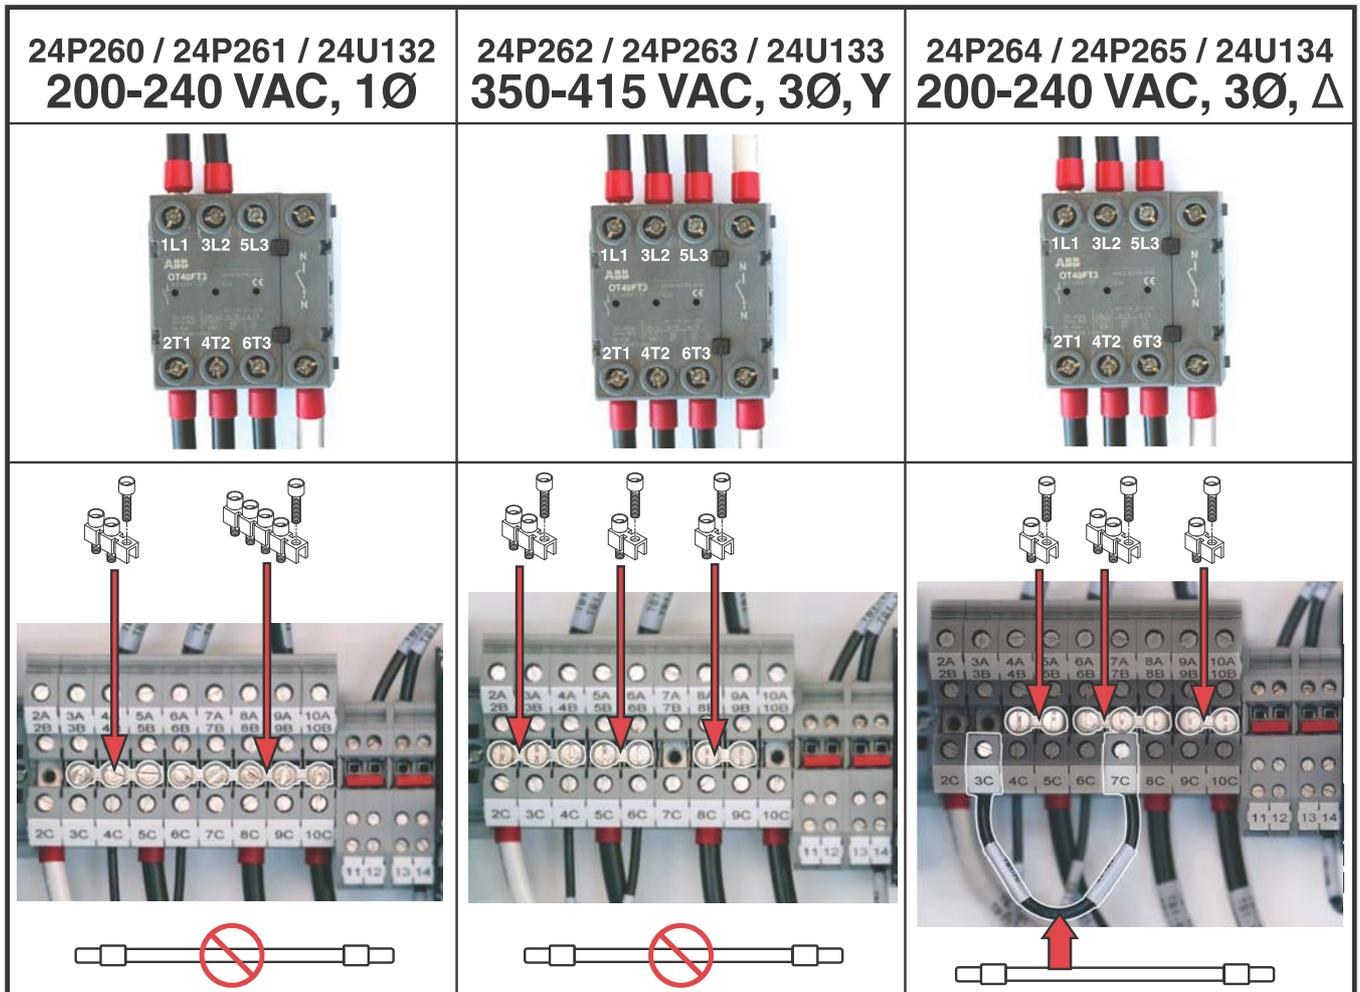

Рис. 15
4. Убедитесь в том, что перемычки клеммной колодки находятся на местах, соответствующих количеству фаз и значению напряжения, которые используются в системе. При необходимости расположите перемычки так, как показано на Рис. 15 на стр. 20. См. приведенную ниже таблицу, Рис. 13 и Рис. 15.
8. Подключите L1, L2, L3 и N, как показано на Рис. 15. Не все модели предусматривают использование всех 4 проводов.